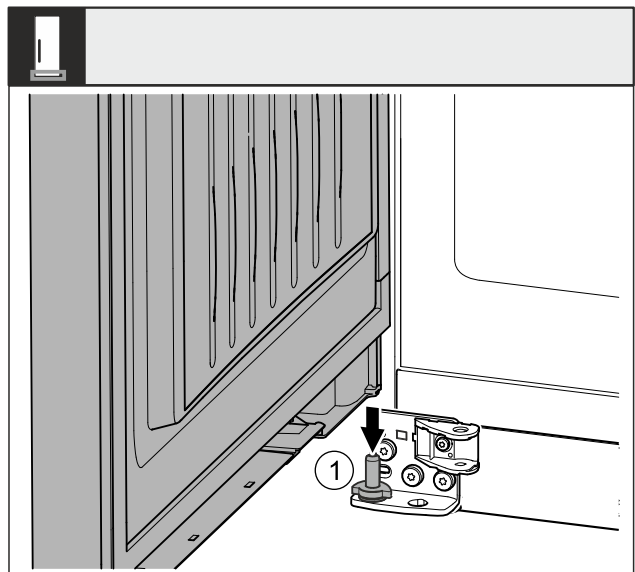

Fig. 43 *
- Placer la porte Fig. 43 (1) depuis le haut sur l'axe de palier inférieur.*